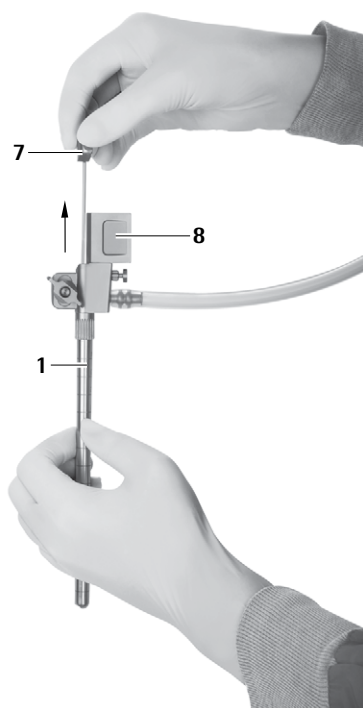

Fig. 9
- Retirar cuidadosamente o obturador para o canal de trabalho oval 7 do trocarte MINOP InVent 1, ver Fig. 9.